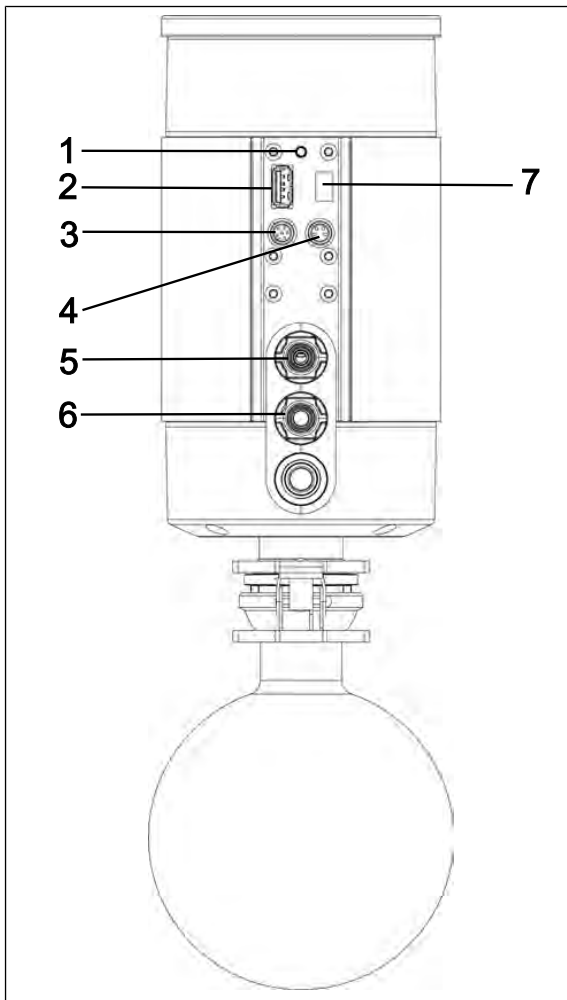

Fig.23: Piège à liquide SC
Si l'on appuie sur la touche de pagination (Fig. 23/1) du système de vide pendant environ 5 secondes, le contrôleur de vide répond à la touche de pagination du système de vide par un signal sonore (voir le chapitre 9.2.2 *Utilisation sans terminal portable* [► 75]).
3. Sur la pompe, appuyez sur le bouton d'appairage (Fig. 23/1) pendant environ 10 secondes.
Lorsque le contrôleur de vide est retiré, l'action suivante peut être effectuée directement sur le système de vide (Fig. 23) :